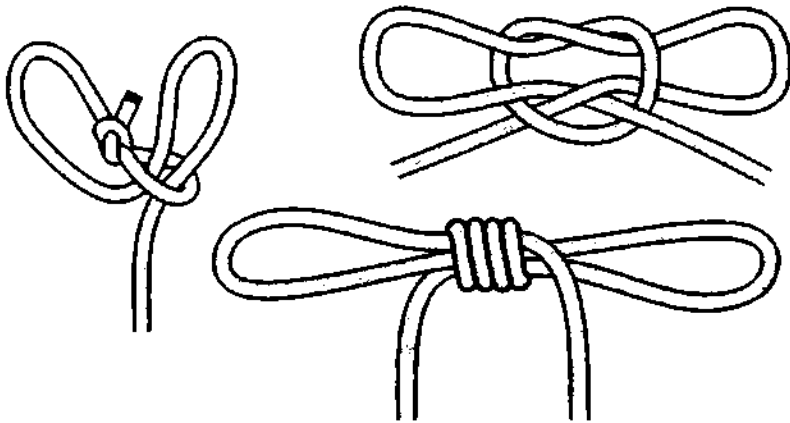

Рис. 420. Двойные затягивающиеся петли.
3. Затягивающиеся двойные петли (рис. 420).